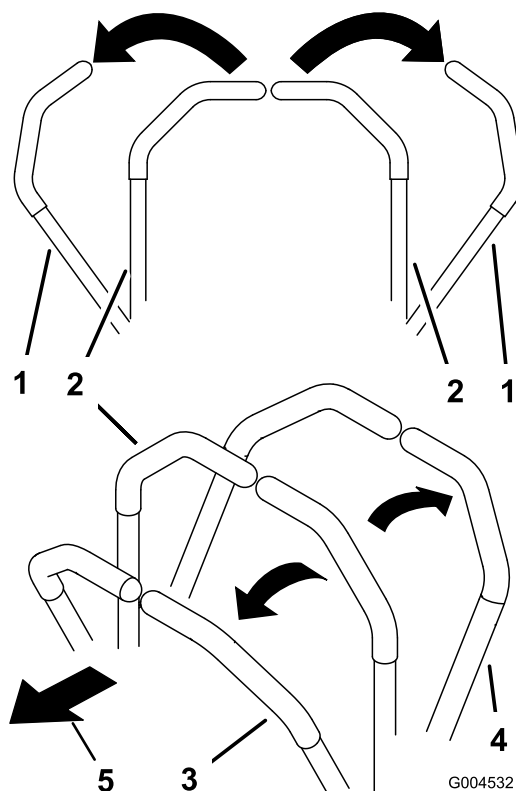

Figura 21
- Para ir hacia adelante en línea recta, empuje lentamente las palancas de control de movimiento hacia adelante (Figura 21).
- Para ir hacia atrás en línea recta, tire lentamente de las palancas de control de movimiento hacia atrás (Figura 21).
- Para girar, ralentice la máquina tirando hacia atrás de ambas palancas, y luego empuje hacia adelante la palanca del lado opuesto del sentido de giro (Figura 21).